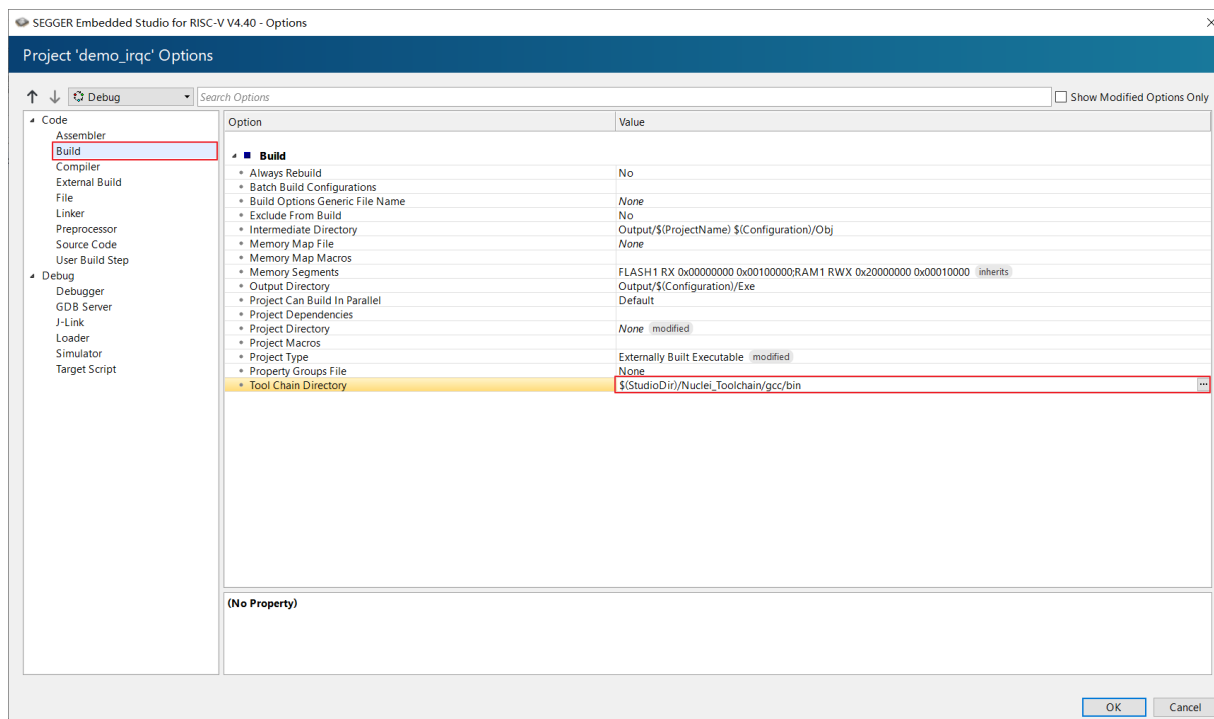

图 2-15 修改工具链路径
- 修改工程类型后重新在菜单栏选择“Project-->Options”打开工程设置弹窗，修改 Build 栏目下 Tool Chain Directory 为\$(StudioDir)/Nuclei_Toolchain/gcc/bin 如图 2-15。